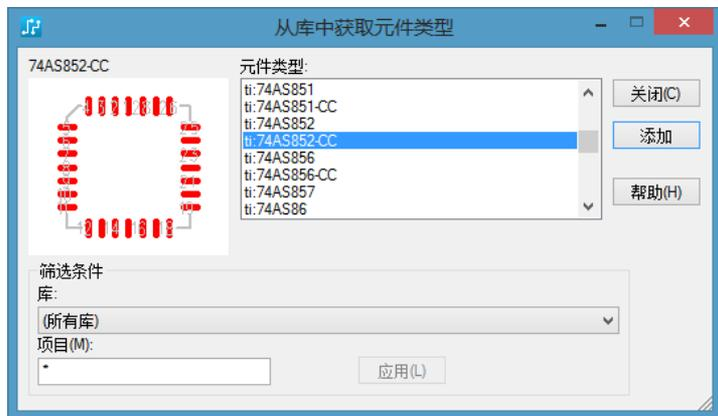

图 14-9 元器件类型查看
(3) 在“库”下拉列表框中选择“所有库”选项，在“项目”文本框内输入“*”号，按<Enter>键，则“元件类型”列表框内列出所有的元器件库中的元器件类型，在左侧的预览框中显示所选的元器件，如图 14-9 所示。